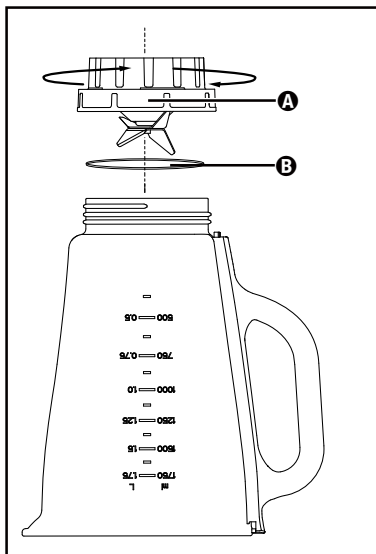

Bild 3
- 2) Vänd på produkten och vrid den del **A** där knivarna **4** sitter motsols tills den lossnar från mixerbehållaren **3** (se bild 3).